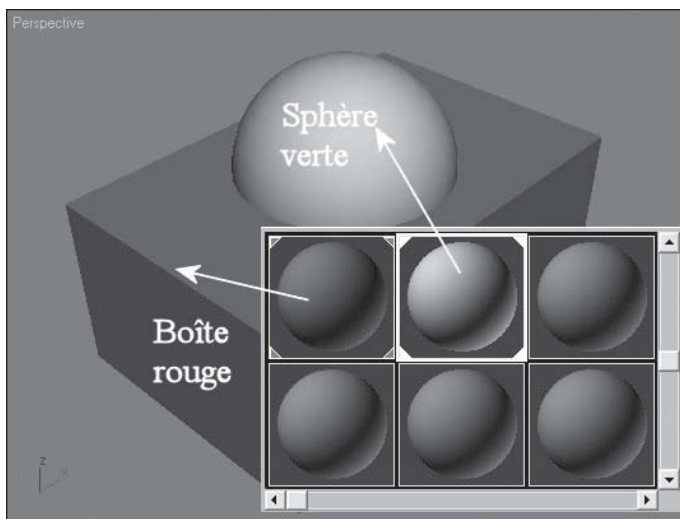

Fig.2.93
- ▶ Créez une boîte et une sphère avec des matériaux colorés différents (fig.2.93).
- ① Dans le panneau **Créer**, cliquez sur **Géométrie** puis dans la liste déroulante sélectionnez **Compound Objets**.